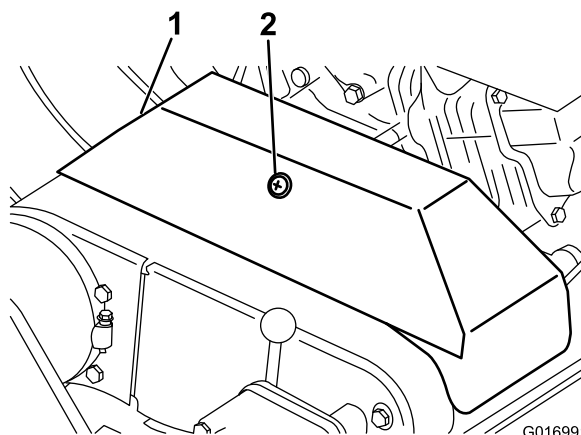

图40
2. 松开固定 V 形皮带罩的卡环，并将皮带罩旋开（图 40）。
- 2. 松开固定 V 形皮带罩的卡环，并将皮带罩旋开（图40）。